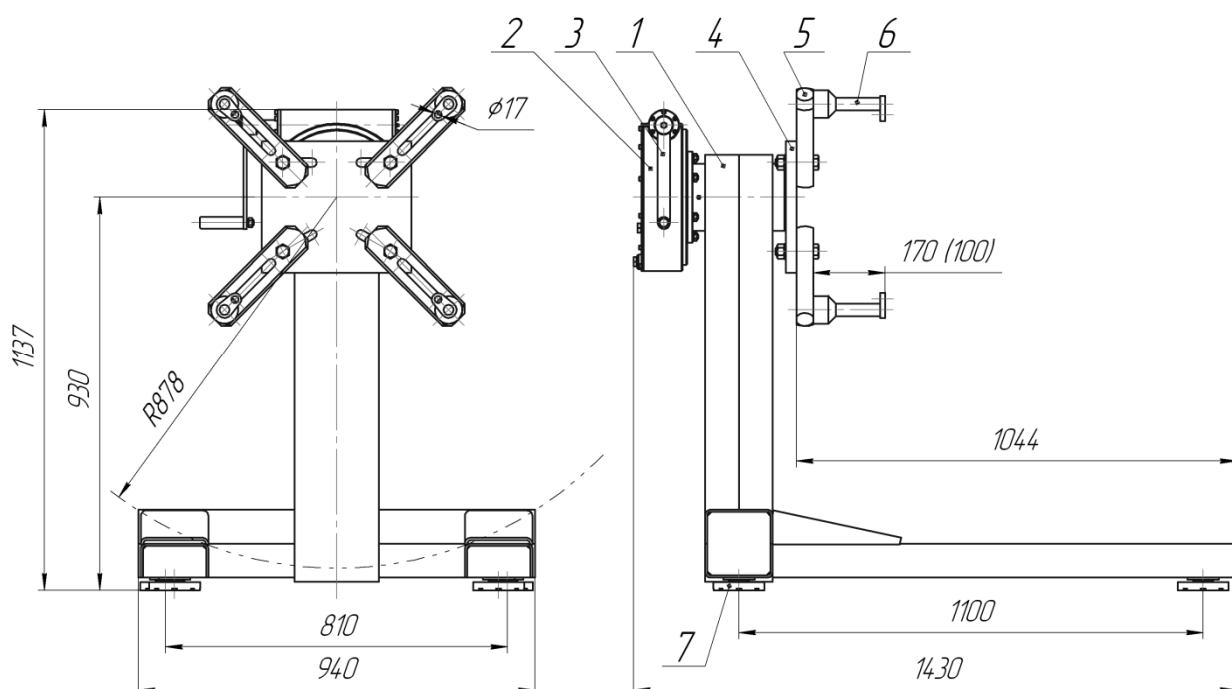

Рис. 1 Стенд P1250
4.1. На двигатель закрепляются адаптеры 6 (рис. 1). Двигатель адаптерами крепится к кронштейнам 5, которые установлены на шпинделе 4. Вращением рукоятки 3 через червячный редуктор 2 двигатель поворачивается в положение наиболее удобное для работы.